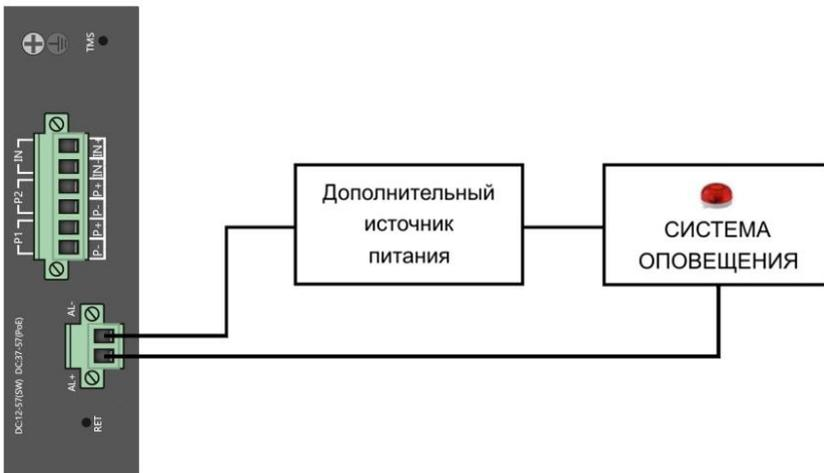

Рис.10 Схема подключения системы оповещения к коммутатору SW-808010/ILS(port 90W 720W)
Коммутатор SW-808010/ILS(port 90W 720W) имеет релейный выход типа сухой контакт (NO) для включения системы тревожного оповещения. Релейный выход поддерживает управление исполнительными устройствами (сирена, светодиодное табло и т.д.) мощностью не более 24 Вт. Напряжение источника питания, подключенного к релейному выходу, не должно превышать 24 В постоянного тока. Ток, проходящий через реле, не должен превышать 1А (Рис.10).